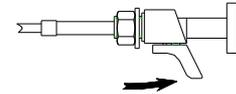

Abbildung 3-24 Die Schaltenfeuerlöscher Verriegelunganlage
4. Die Schaltenfeuerlöscher Verriegelunganlage(Abbildung 3-24),lösen den Erlöschen Ziehenfaden, zurzeit befindet die Einspritzpumpe sich im öllieferungsplatz. Vor dem Starten des Traktor, der neu ist oder Generalüberholung hat oder langfristig nicht benutzt ist, sollen die Luft im ölweg entleeren, um der Dieselmotor glatt starten zu garantieren. Die Methoden sind wie folgend: erstens, lösen die Entlüftungsschraube des Dieselreinigers, drücken die Pumpe mit Händen, stoßen die Luft in dem ölweg von ölkasten bis zu Dieselreiniger aus, bis die ausgestoßenen Heizöle keine Luftblasen haben. Dann wird die Auslaßschraube des Dieselfilters festdrehen und die Auslaßschraube der Einspritzpumpe losgedrehen, mit gleicher Methode wird der ölweg evakuiert, bis das Heizöl keine Blase hat.